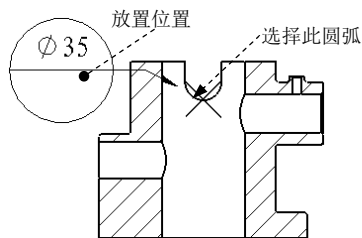

图 6.4.7 标注基准目标
Step5. 放置基准目标符号。选取图 6.4.7 所示的圆弧，在合适的位置处单击。
Step6. 单击“基准目标”对话框中的“完成”按钮 ，完成基准目标的标注，结果如图 6.4.7 所示。